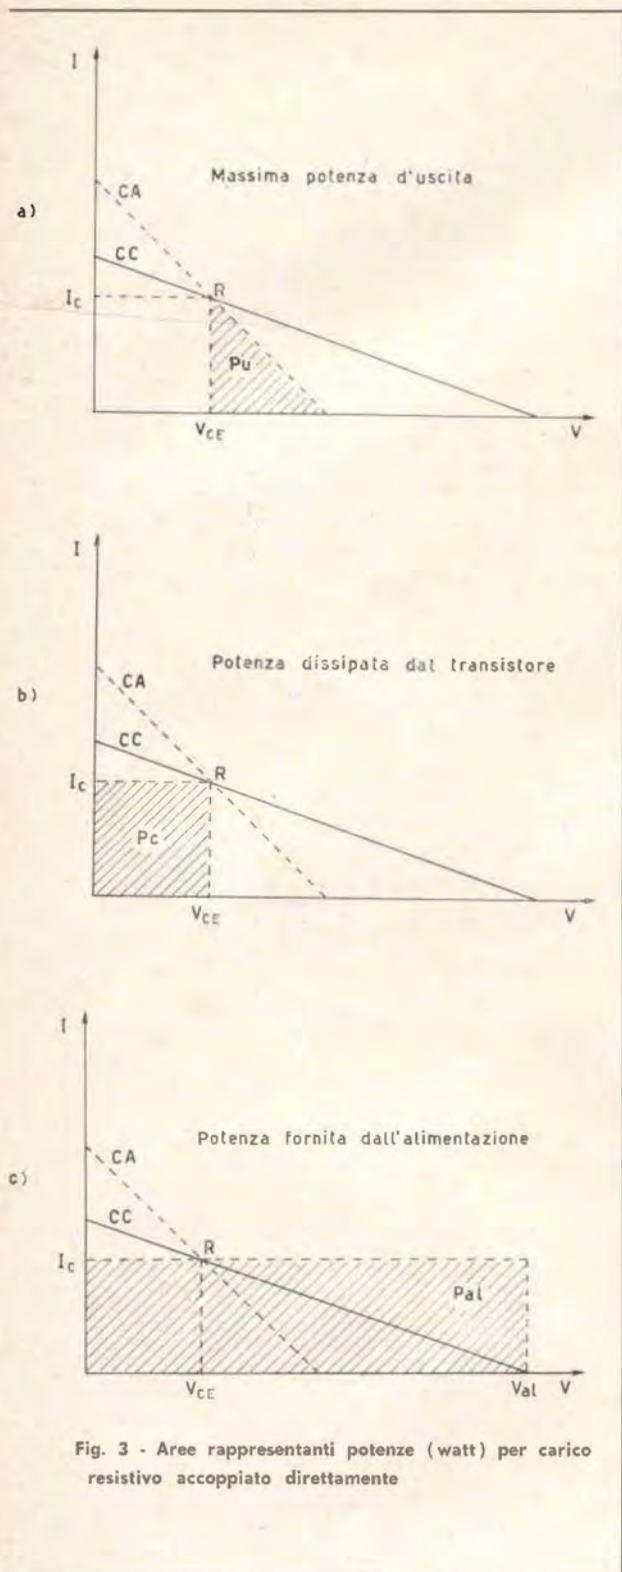
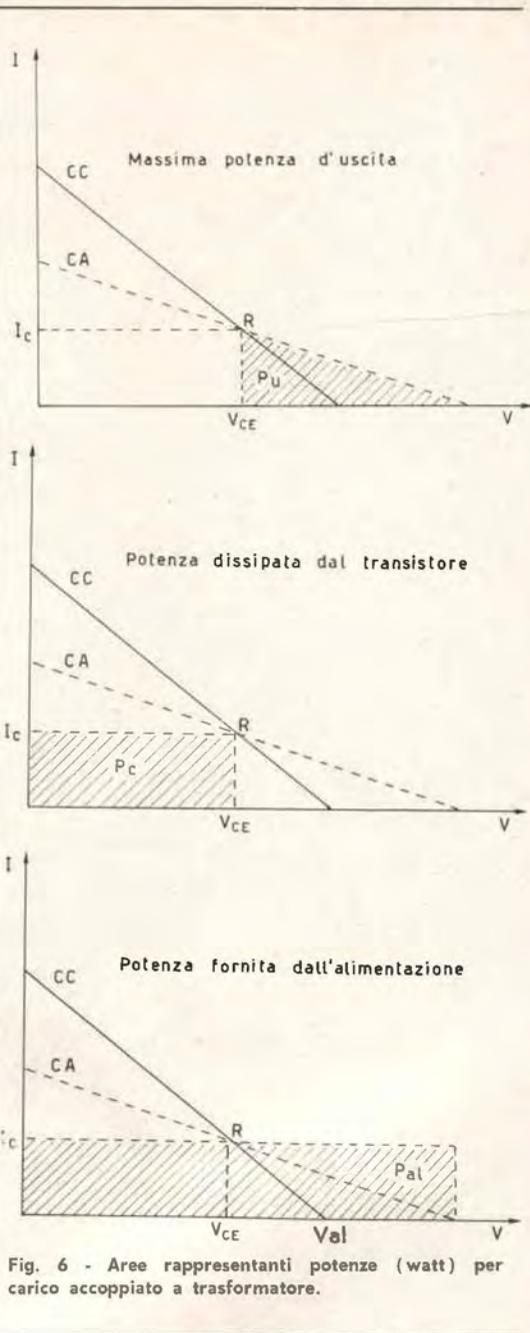

Fig. 3 - Aree rappresentanti potenze (watt) per carico resistivo accoppiato direttamente
Fig. 6 - Aree rappresentanti potenze (watt) per carico accoppiato a trasformatore.
Per rendersi conto di come vada distribuita nel circuito la potenza fornita dall'alimentazione è molto utile considerare la questione da un punto di vista geometrico. Si osservino le figure in fig. 3. In ognuna di esse è tratteggiata l'area corrispondente rispettivamente alla potenza massima d'uscita P_u , alla potenza dissipata dal transistor P_c e alla potenza fornita dall'alimentazione P_{ai} .
(8) $P_{a1} = V_{a1}I_c$ dove (osservando lo schema di fig. 3 e ricordando la (6): $V_{CE} = I_c R_L'$) si ha:
Si noti come il rapporto tra l'area della a) e della b) di fig. 6 sia maggiore del medesimo rapporto di fig. 3, fatto che mette in evidenza come il rendimento di uno stadio ad accoppiamento per trasformatore è maggiore del rendimento d'uno stadio ad accoppiamento diretto. Può sorgere la domanda se sia possibile eliminare il resistore R_1 in serie all'emittore del transistor. Anche qui la risposta è quasi sempre negativa, essendo ad esso dovuto l'importante compito di rendere stabile lo stadio. La stabilità termica, che viene espressa da un certo parametro S , è infatti funzione di R_1 . Per ora ci basti il sapere questo; il parametro S , ossia la stabilità, potrà essere oggetto di un futuro notiziario.